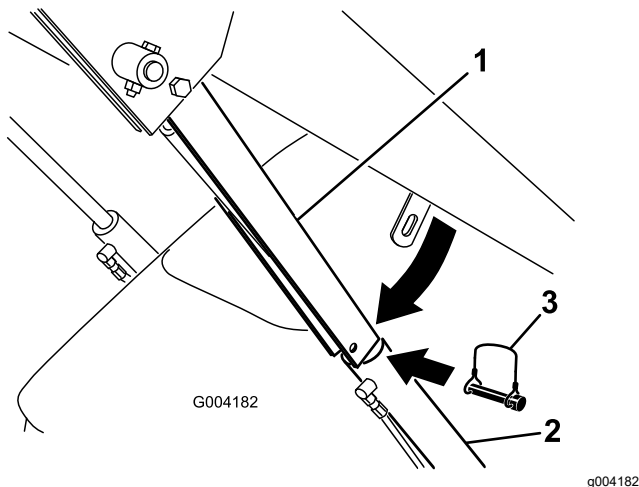

Figura 26
4. Retire el pasador de seguridad que fija el bloqueo del cilindro al brazo de carga (Figura 26).
5. Baje el bloqueo del cilindro sobre la barra del cilindro y fíjelo con el pasador de seguridad (Figura 26).